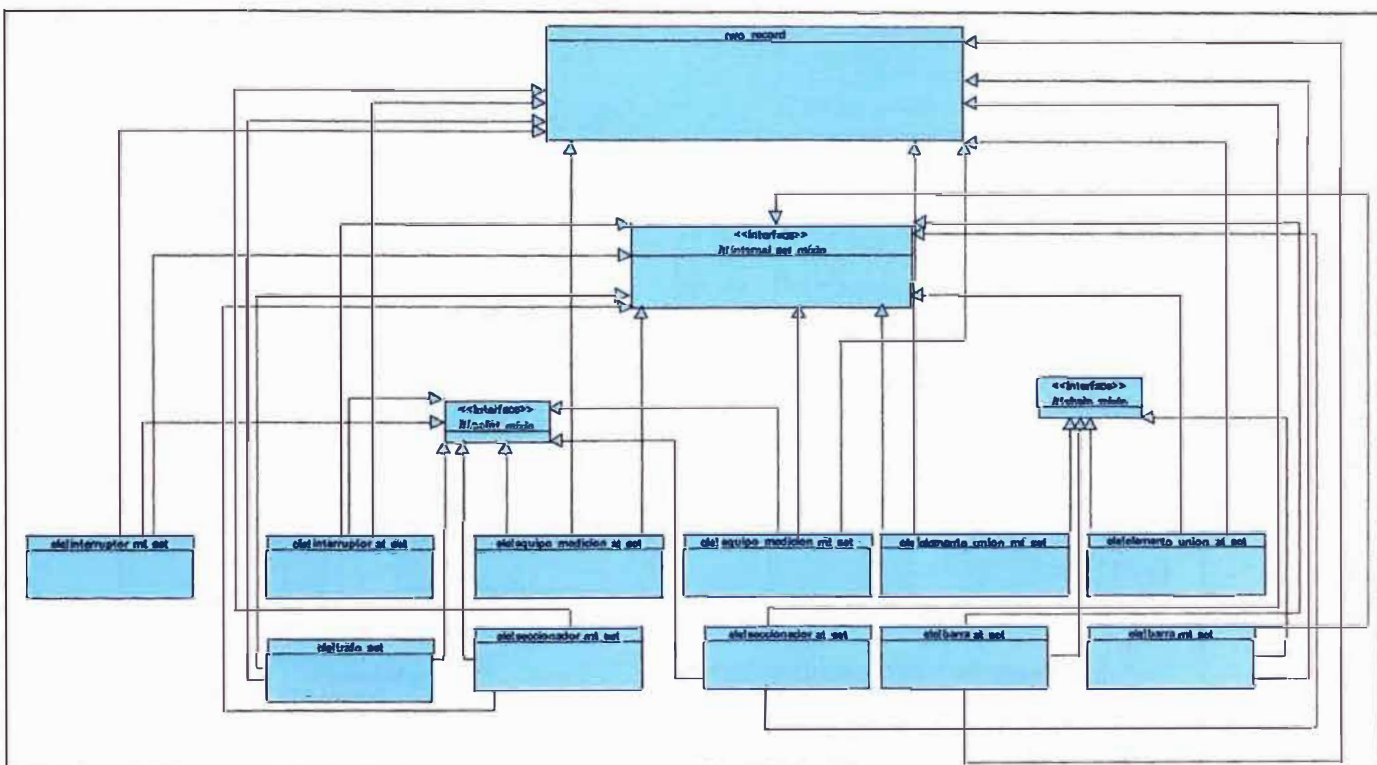

Figura 5.4 Clases de las Entidades del Mundo Interno del SET
- Clases de las Entidades del Mundo Interno del SET (figura 5.4)